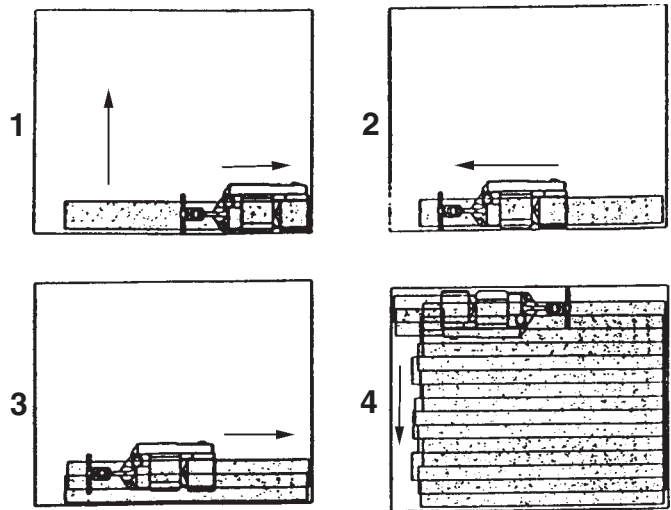

Figure 9
2. Travaillez de droite à gauche. Pour chaque passage en avant, déplacez la machine de 10 cm sur le passage qui vient d'être effectué. Revenez sur vos pas sans chevaucher. Voir Figure 9.
6. Graduellement, poncez plus légèrement au point de terminaison (fin de votre passage) en soulevant le tambour à l'aide du levier de commande. Décalez les points de terminaison pour un meilleur fondu en bordure. (Voir Figure 9).